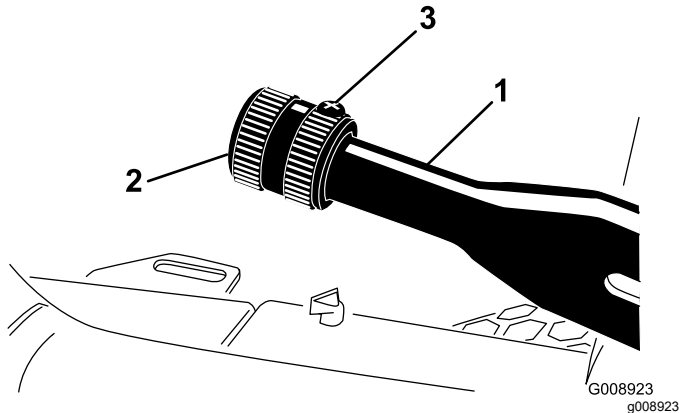

図 62
2. ブレーキレバーに調整ノブを固定している固定ねじをゆるめる 図 62。